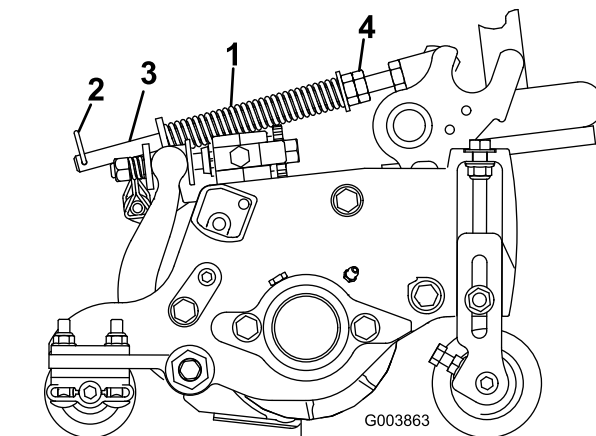

Figura 15
2. Apriete las tuercas hexagonales de la sección delantera de la varilla del muelle hasta que la longitud del muelle comprimido sea de 12,7 cm en el Reelmaster 5410 (unidades de corte de 5 pulgadas), y de 15,9 cm en el Reelmaster 5510 y 5610 (unidades de corte de 7 pulgadas) (Figura 15).
El muelle de compensación del césped (Figura 15) transfiere peso del rodillo delantero al trasero. (Esto ayuda a reducir el patrón de ondulación en el césped.)
1. Asegúrese de que el pasador de horquilla está instalado en el taladro del extremo de la varilla (Figura 15).